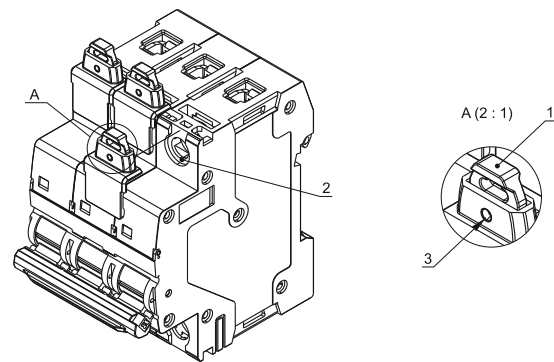

Рисунок 5 – Монтаж заглушки / Figure 5 – Installation of the plug
Монтаж заглушки показан на рисунке 5. Необходимо вытянуть фиксатор (рисунок 5, поз. 1) и установить заглушку в отверстие (рисунок 5, поз. 2), надавив
на нее, но не прилагая чрезмерных усилий, установить фиксатор в исходное положение и проверить надежность крепления заглушки к выключателю. При необходимости установить пломбу, продев проволоку через отверстие (рисунок 5, поз. 3), диаметром не более 1 мм, для предотвращения несанкционированного доступа. Для демонтажа заглушки необходимо вытянуть фиксатор (рисунок 5, поз. 1) и потянуть на себя.
Installation of the plug is shown in figure 5. It is necessary to pull out the lock (figure 5, item 1) and install the plug in the hole (figure 5, item 2), pushing on it, but without applying excessive force, set the lock in the initial position and check the reliability of fastening the plug to the circuit-breaker. If necessary, install a seal by threading a wire through the hole (figure 5, item 3) with a diameter not exceeding 1 mm to prevent unauthorized access. To dismantle the plug, it is necessary to pull out the lock (figure 5, item 1) and pull it towards yourself.